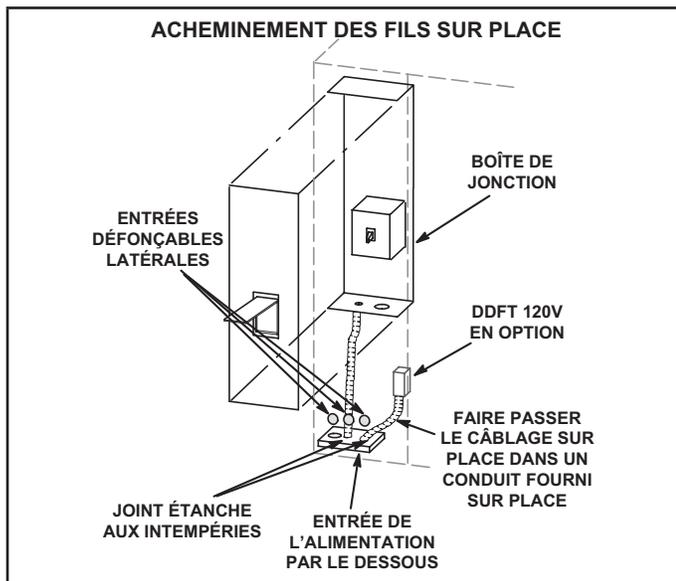

FIGURE 8
- 3 - Acheminez le câblage sur place dans un conduit entre le sectionneur d'alimentation inférieur. Reportez-vous à la FIGURE 8. Cela ne remplace pas les codes locaux ou les autorités compétentes.